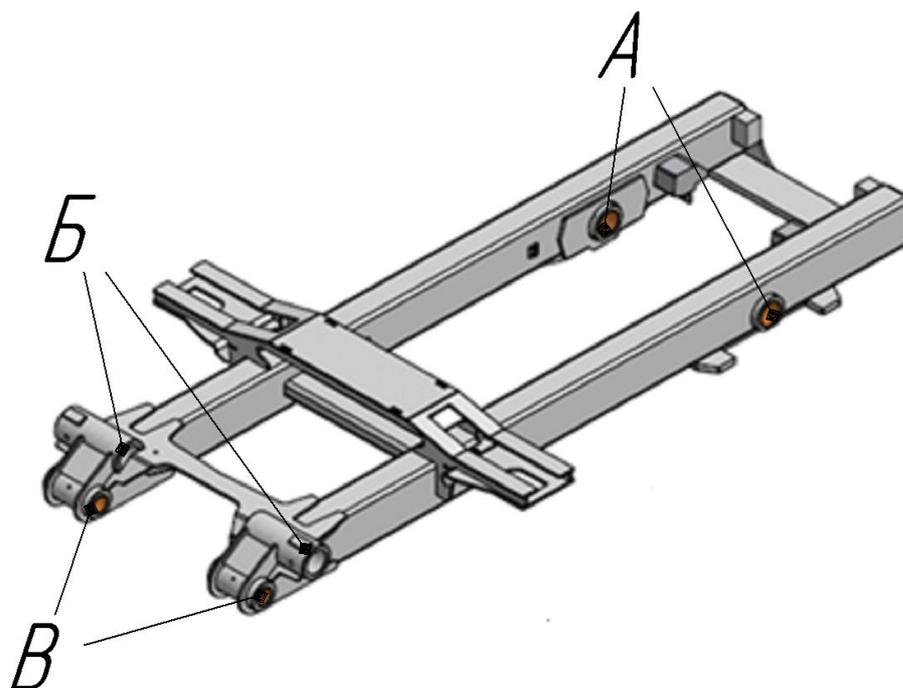

Рисунок 1.7 – Рама задняя
1.2.2.1 Рама задняя – сварная конструкция из листового проката коробчатого сечения (рисунок 1.7). На задней раме оборудования приварены упоры для блокировки с передней рамой. В отверстия «А» запрессовываются втулки (подшипники скольжения) и вставляется ось крепления передней рамы, в отверстия «Б» – оси задних роликов. В отверстия «В» запрессовываются втулки (подшипники скольжения) и вставляются оси соединения задней рамы с надрамником.